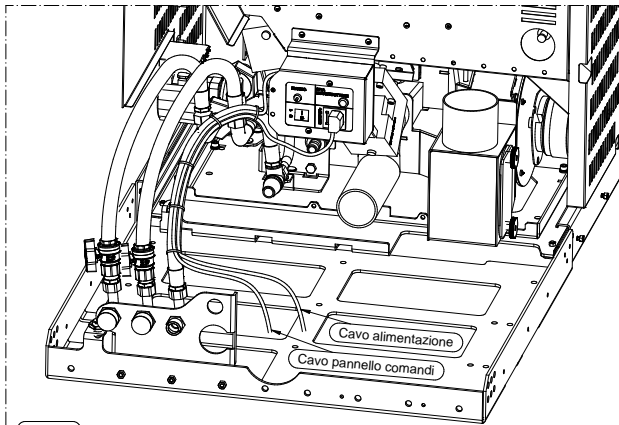

FIGURA 1
- Posizionare sia il **cavo pannello comandi**, sia il **cavo di alimentazione** come indicato nella Figura 1 avendo l'accortezza di fermare i 2 cavi con 5 fascette stringi cavo al tubo idraulico flessibile.